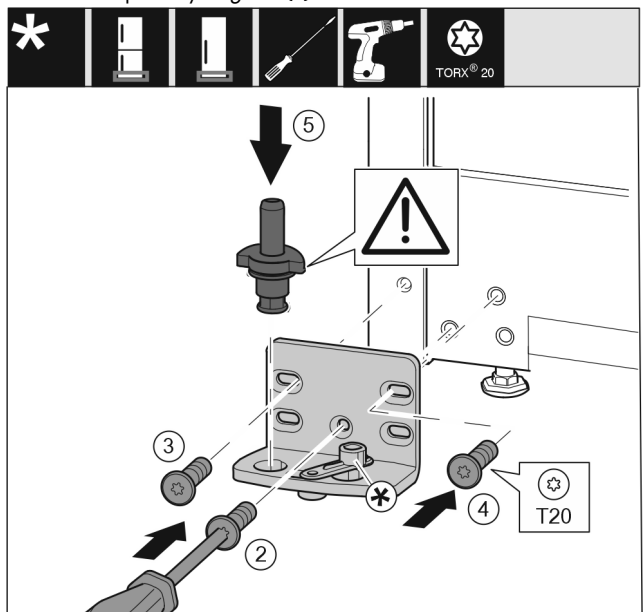

Fig. 19
- ▶ Установите опорный кронштейн с другой стороны и прикрутите с помощью отвертки T20. Начиная с винта 2 снизу в центре. Fig. 19 (2)
- ▶ Затяните винты 3 и 4. Fig. 19 (3,4)
- ▶ Установите опорный палец в сборе. При этом следите за тем, чтобы выступ фиксатора был направлен назад. Fig. 19 (5)